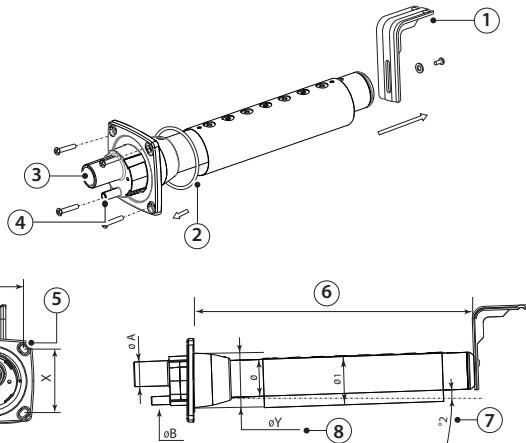

Fig. 3.b-1
2. El soporte de fijación en forma de "L" (ver la parte 1 de la Fig. 3.b) se suministra con los distribuidores de vapor modelos de DP085\* a DP025\*. Para longitudes inferiores el soporte puede ser suministrado como opcional (cód. 18C478A088).